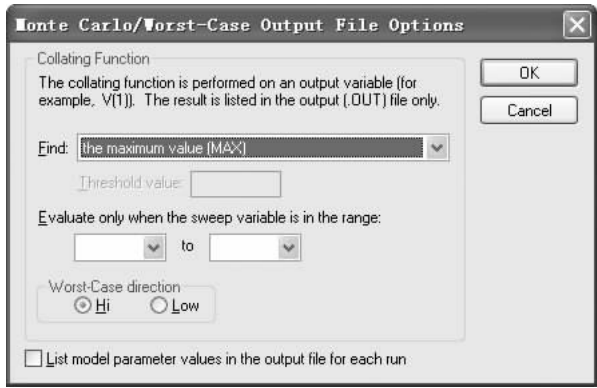

图 8-12 “Monte Carlo/Worst – Case Output File Options”对话框
- “More settings”：单击此按钮，弹出如图 8-12 所示的“more setting”对话框。